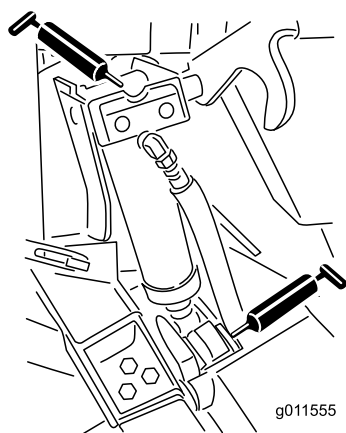

Figura 75
- Quatro casquilhos do cilindro de elevação (Figura 75)